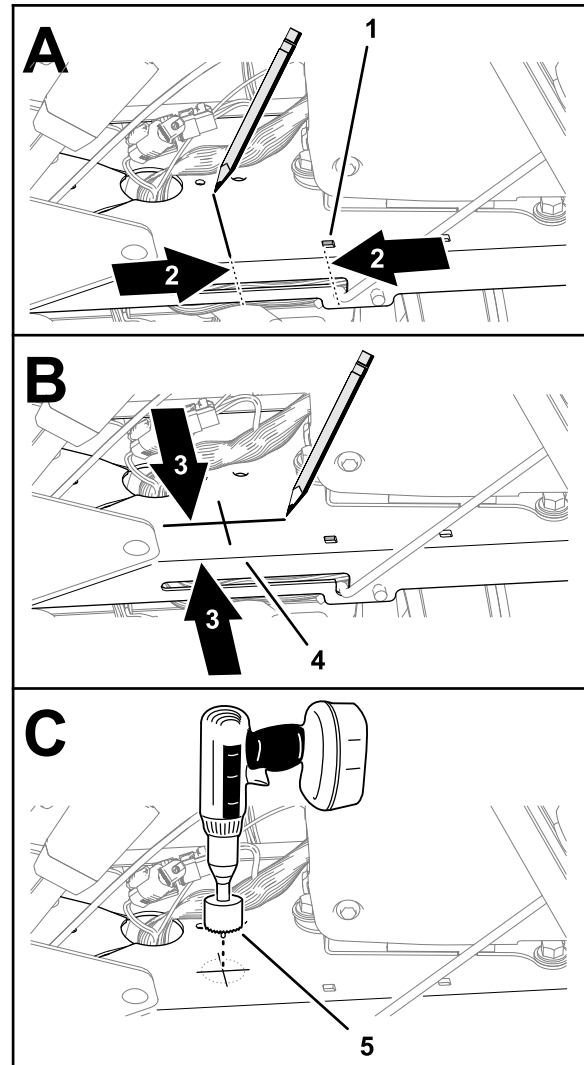

Figure 83
3. Mesurez une distance de 69 mm vers l'arrière en partant du trou carré près de la fente de la béquille dans le socle de la console, et tracez un repère sur le socle (Figure 83).
4. Mesurez une distance de 45 mm vers l'intérieur en partant de la bride fendue du socle de la console, et tracez un repère sur le socle (Figure 83).
6. Avec un foret de 32 mm, percez un trou dans le socle de la console au niveau du repère marqué au pointeau (Figure 83).